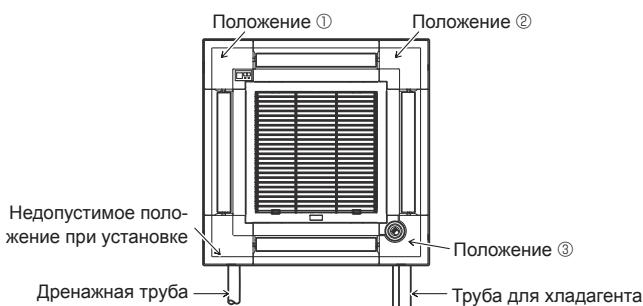

Fig. 9-11
Для главного прибора нельзя устанавливать угловую панель приемника сигналов на стороне дренажной трубы. (См. Fig. 9-11)
- Угловая панель i-see Sensor должна крепиться на вентиляционную решетку ① винтом ③.
- * Если положение i-see Sensor было изменено с положения по умолчанию (положение ③) на другое положение, измените настройки функции. (См. страница 222 и Fig. 9-11)
- Для главного прибора невозможно установить угловую панель i-see Sensor на стороне дренажной трубы. (См. Fig. 9-11)